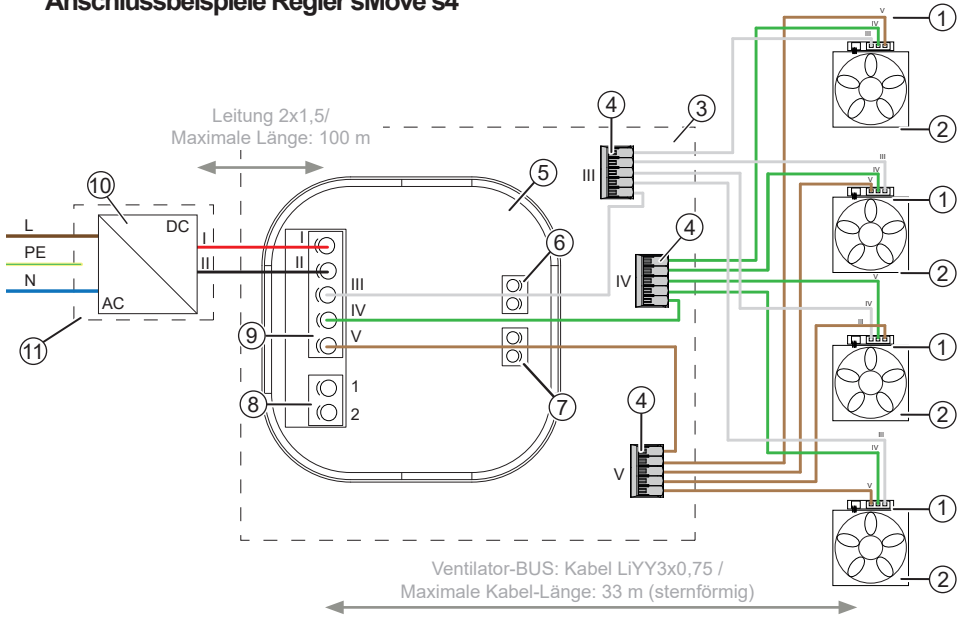
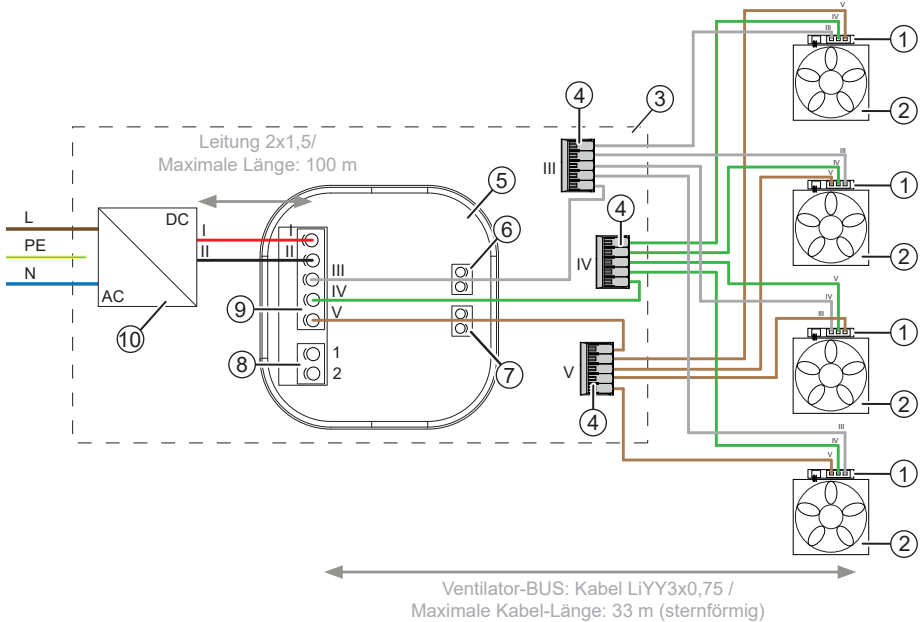

Abbildung 3: Anschlussbeispiel Regler sMove s4 inkl. Schaltschrank-Schaltzettel
Abbildung 4: Anschlussbeispiel Regler sMove s4 inkl. Unterputz-Schaltzettel
| ③ Dose Unterputz | ⑩ Schaltschrank-Netzteil NT17-s4 (Abb. 3) / Unterputz-Netzteil NT17-s4 (Abb. 4) |